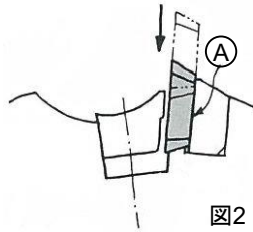

図2
- 図2のようにインサートをシート面(A)に沿って下に滑り下ろしてください。